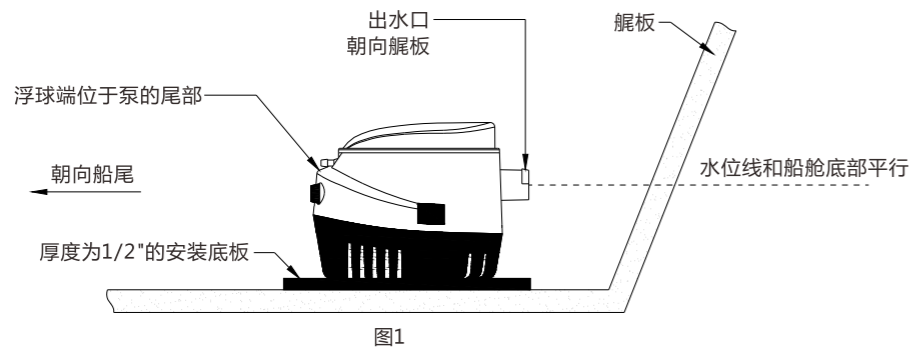

图1
2. 如果有挡板要安装在挡板上，把泵平稳地安装在舱底的最低处，成水平位置。要确保出水口位置是水平的。如果太高或者太低,泵会吸入空气会引起堵塞。（请看图1）
3. 泵的浮球端部要和泵出水口位置水平或者更高（如图1）。避免因浮球位置过低而造成水泵干运转。